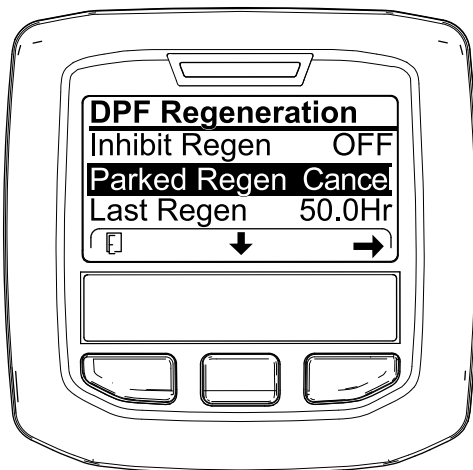
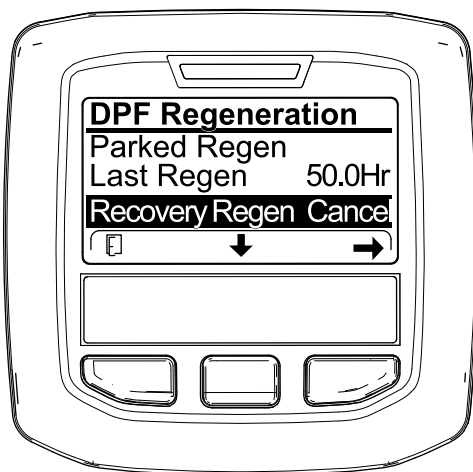

図 61
図 62
1. DPF 再生メニューにアクセスする 図 61。
2. 中央ボタンを押して下へスクロールし、駐車再生キャンセル PARKED REGEN CANCEL (図 61) またはリカバリ再生キャンセル RECOVERY REGEN CANCEL を選ぶ 図 62。
3. 右ボタンを押すと再生キャンセルに Regen Cancelに入る 図 61または 図 62。